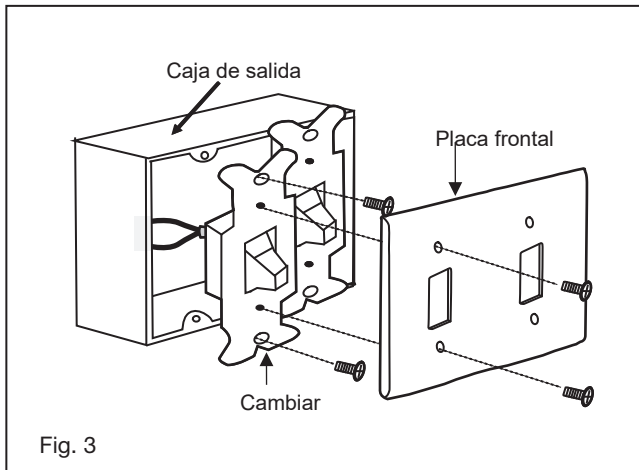

Fig. 3
- 1 Deslice la cubierta del yugo, el anillo embellecedor y el dosel sobre la varilla bajante. (Fig. 3)
- 1 Retire la placa de pared existente y el interruptor antiguo de la caja de salida de pared. (Fig. 3)